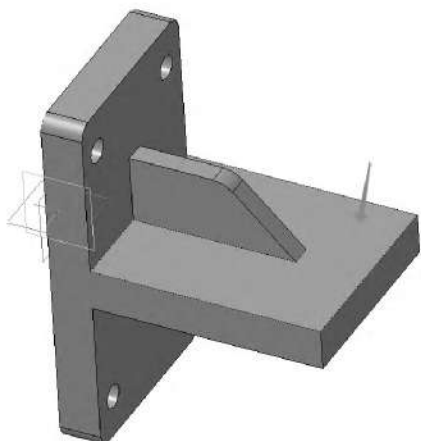

Рисунок 3.64. Выбор начальной поверхности
6.3 В окне модели укажите грань опорной площадки (рисунок 3.64).